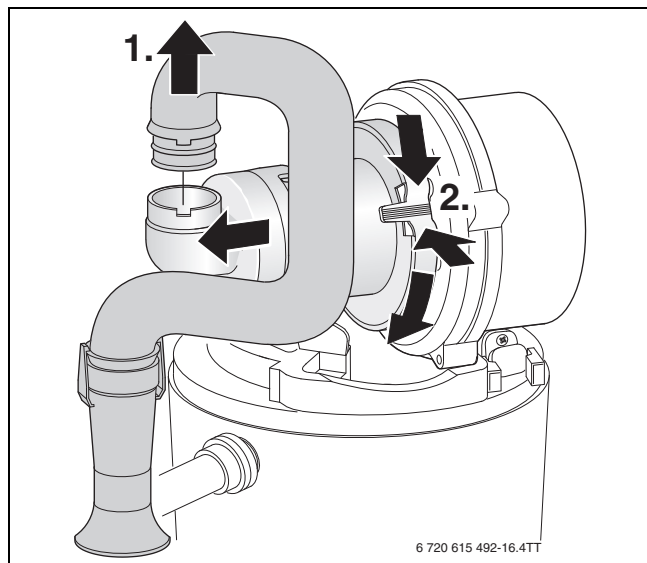

Fig. 73
- ▶ Démontez le mélangeur selon la fig. 73.